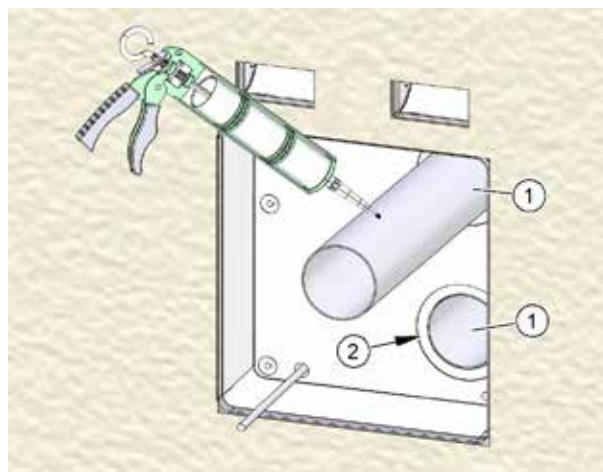

Fig. 29: Inserimento e fissaggio dei tubi dell'aria
- ▶ Applicare sigillante elastico durevole alla guaina esterna dei tubi dell'aria (pos. 1 nella Fig. 29).
- ▶ Con movimenti rotatori, spingere i due tubi dell'aria nelle aperture della cassetta a muro finché sono a livello (pos 2 nella Fig. 29).